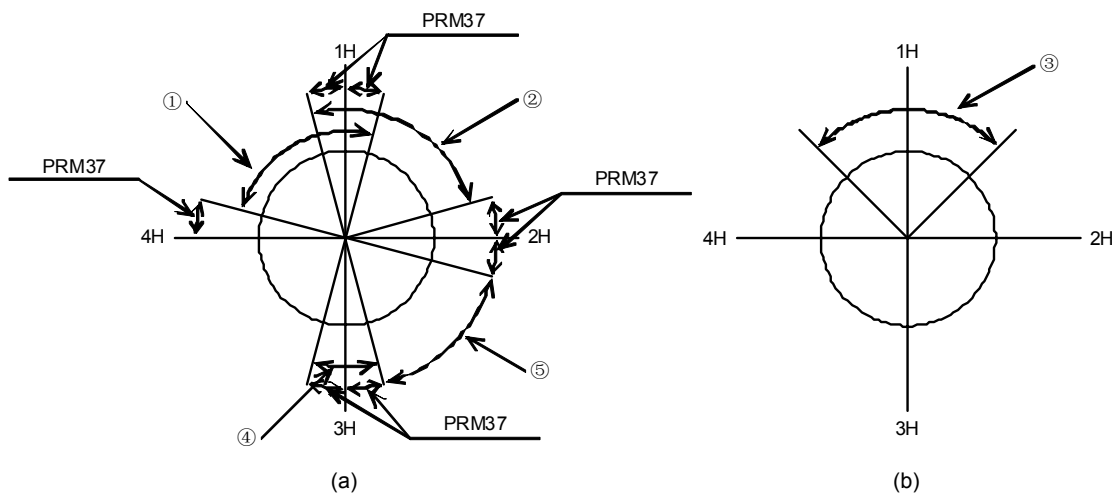

图 7.8 等分分割指定 (G101) 和参数
位于图 7.8（a）中①的范围内时，假如执行了 G101A4;G91A0F□□，则移动到 1H 的位置。
位于图 7.8（a）中②的范围内时，假如执行了 G101A4;G91A0F□□，则移动到 1H 的位置。
位于图 7.8（b）中③的范围内时，假如执行了 G101A4;G91A0F□□，则移动到 1H 的位置（最近的位置）。PRM37 不对动作产生影响。
位于图 7.8（a）中④的范围内时，假如执行了 G101A4;G91A0F□□，则移动到 3H 的位置。
进入图 7.8 (a) 中①的范围内时, 假如执行了 G101A4;G91A-1F□□, 则移动到 4H 的位置。同样, 进入②的范围内时, 假如执行了 G101A4;G91A1F□□, 则移动到 2H 的位置。
也就是说, 位于图 7.8 (b) 的范围内时, 假如执行了 G101A4;G91A1F□□, 移动到 2H 的位置; 而执行了 G101A4;G9A-1F□□, 则移动到 4H 的位置。
位于图 7.8 (a) 中④的范围内时, 假如执行了 G101A4;G91A-1F□□, 则移动到 2H 的位置。同样, 位于④的范围内时, 假如执行了 G101A4;G91A1F□□, 则移动到 4H 的位置。位于⑤的范围内时, 在执行了 G101A4 的时点, 警报器 C 动作。
位于图 7.8 (a) 中④的范围内时, 执行了 G101A4;M70;后, 当前的分割位置 (图中, 分割位置 3 • bit 0 和 bit 1) 由 CN3 的 M 代码输出以二进制予以输出。
位于图 7.8 (b) 中③的范围内时, 分割位置 1 (bit 0) 被输出。
位于图 7.8 (a) 中④的范围内时, 执行了 G100A4;M70;后, 当前的分割位置 (图中, 分割位置 3 • bit 0 和 bit 1) 由 CN3 的 M 代码输出予以输出。